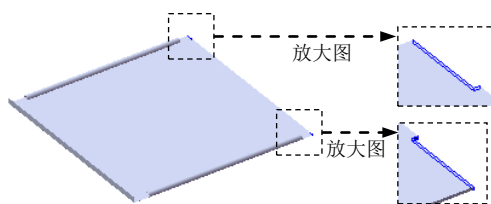
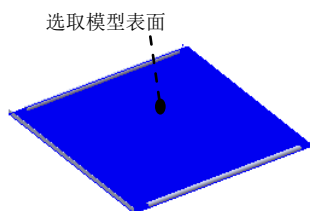
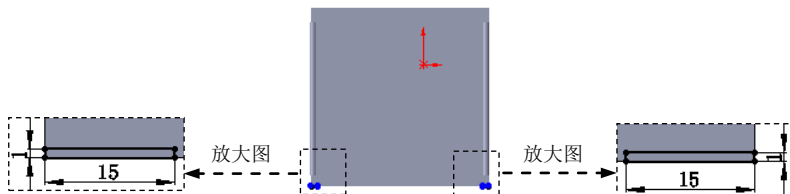

图 17.12.31 创建切除一拉伸 3
图 17.12.32 定义草图平面
图 17.12.33 横断面草图
(3) 定义法兰参数。在 **角度(G)** 区域的  文本框中输入角度值 90.0。在 **法兰长度(L)** 区域的下拉列表中选择 **给定深度** 选项，输入深度值 15.0。在此区域中单击“内部虚拟交点”按钮 。在 **法兰位置(N)** 区域中单击“折弯在外”按钮 。
(4) 单击  按钮，完成边线一法兰 1 的创建。
Step9. 创建图 17.12.31 所示的切除一拉伸 3。选择下拉菜单 **插入(I)** → **切除(C)** → **拉伸(E)...** 命令；选取图 17.12.32 所示的模型表面作为草图平面，绘制图 17.12.33 所示的横断面草图；在 **方向1** 区域的  下拉列表中选择 **完全贯穿** 选项。单击  按钮，完成切除一拉伸 3 的创建。